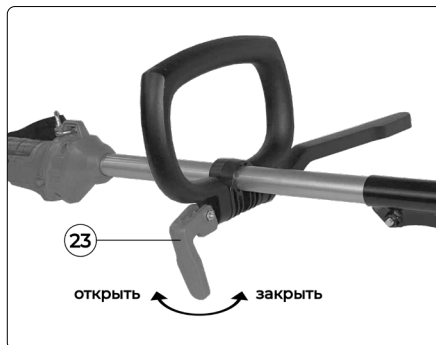

Рис. 10
- Ослабьте фиксатор дополнительной рукоятки (рис.10 поз.23) как показано на рисунке 10.
- Затяните фиксатор дополнительной рукоятки (рис.10 поз.23) как показано на рисунке 10.
ВНИМАНИЕ! В процессе эксплуатации периодически проверяйте затяжку фиксатора дополнительной рукоятки (Рис.10 поз.23), при необходимости подтягивайте.